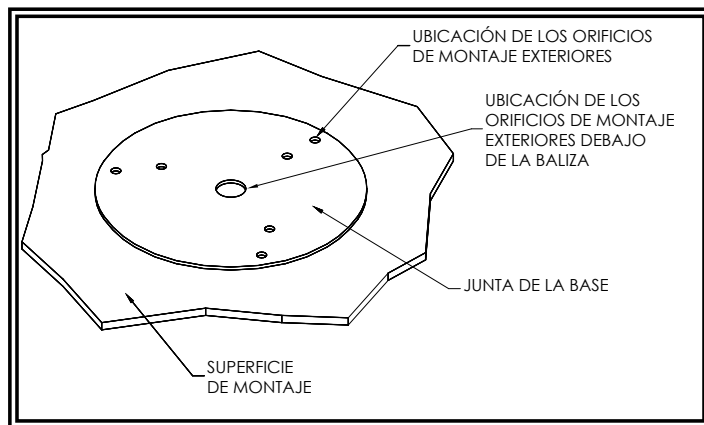

Figura 1
2. Usando la junta de la base como plantilla, marque las ubicaciones de los tres orificios de montaje (vea la Figura 1).
4. Se puede perforar un cuarto orificio para el acceso del cable según se muestra en la Figura 1, o se pueden pasar los cables por la ranura de la base para acceso externo.